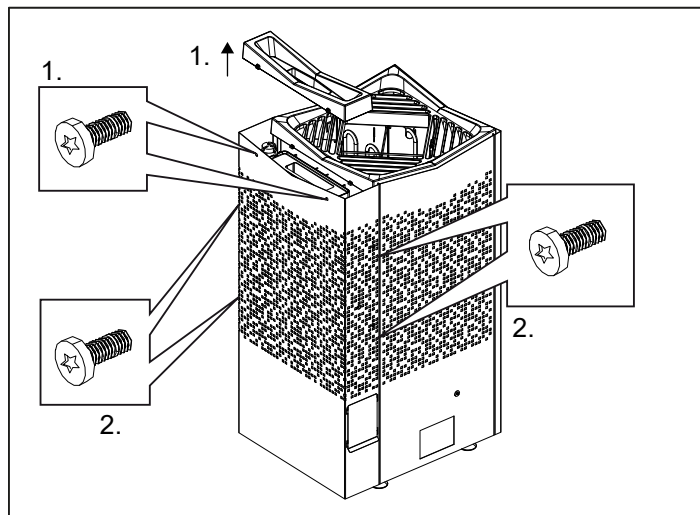

Fig 9: Lossa de 6 st skruvarna för att ta bort bakstycket.
3. Lossa först de bakre två skruvarna som håller locket till tanken, och lyft upp (se 1. fig 9). Lossa skruvarna på sidorna (se 2. fig 9).